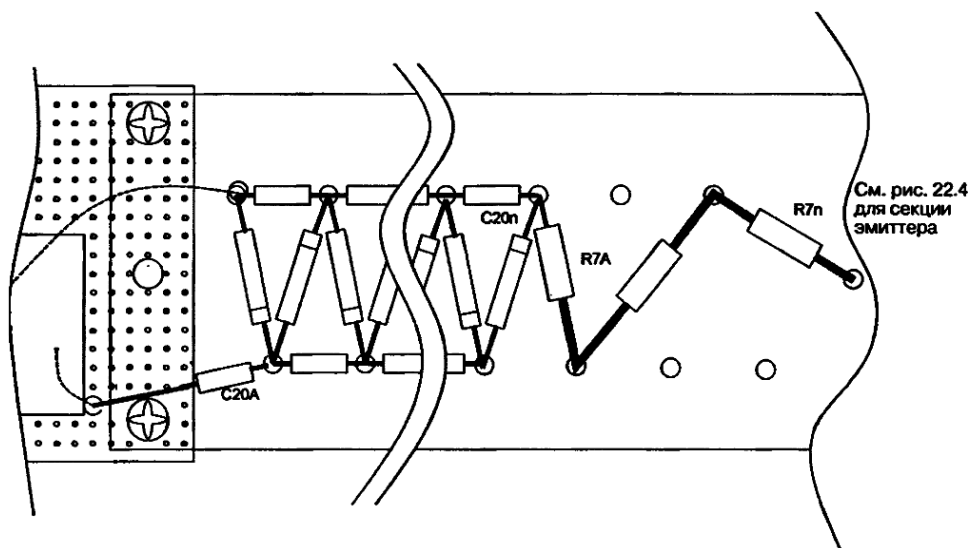

Рис. 22.8. Увеличенный вид секции высокого напряжения сборочной платы
3. Изготовьте скобу BRK1 из алюминиевой полосы 1,27×0,09 см длиной 25,4 см, и придайте ей нужную форму (см. рис. 22.8). Просверлите отверстия для винтов SCRWI.